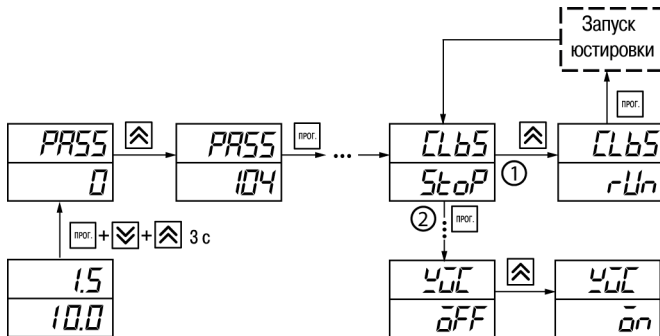

Рисунок 8.6 – Последовательность действий во время юстировки
5. Установить в параметре $CLb5$ значение rUn и нажать кнопку ПРОГ. (см. рисунок 8.6, шаг 1).
6. Включить автоматическую коррекцию ЭДС ТП по температуре его свободных концов, установив в параметре $УЦ$ значение ON (см. рисунок 8.6, шаг 2).